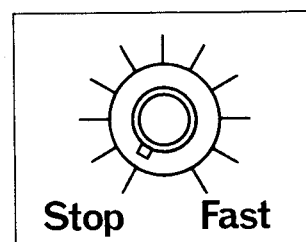

Abb. 9
3. Gewünschte Zeitlupengeschwindigkeit am Einstellknopf ⑫ einregeln. (Abb. 9)
4. Übergang auf normale Wiedergabegeschwindigkeit: Zeitlupenhebel ⑬ wieder in Pfeilrichtung drücken, er rastet dann aus und kehrt in seine Ausgangsstellung zurück.